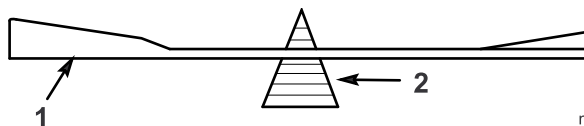

Figura 43
2. Verifique el equilibrio de cada cuchilla colocándola sobre un equilibrador de cuchillas (Figura 43).